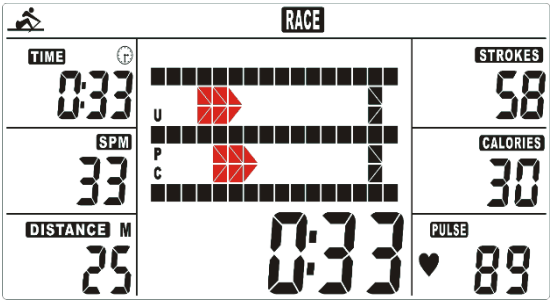
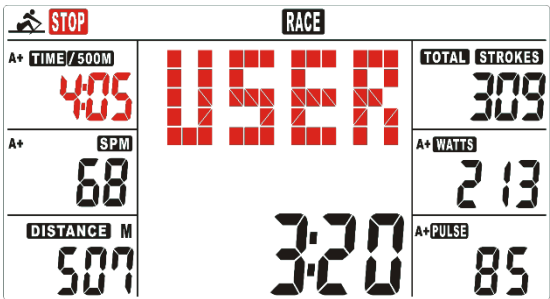
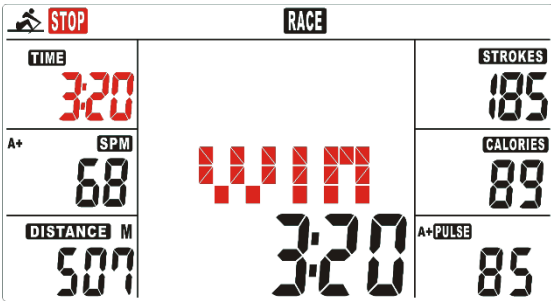

FIG 8
FIG 9
FIG 10
- A. Tryck på START för att starta träningspasset. STOP-ikonen kommer nu att försvinna. Användaren och en virtuell motståndare kommer att visas på matrissskärmen (Fig 8). Träningspasset är över när en av löparna når den förinställda träningssträckan och korsar mållinjen. Meddelandet "PC WIN" eller "USER WIN" visas på skärmen beroende på vem som vann. (Fig 9 – Fig 10).